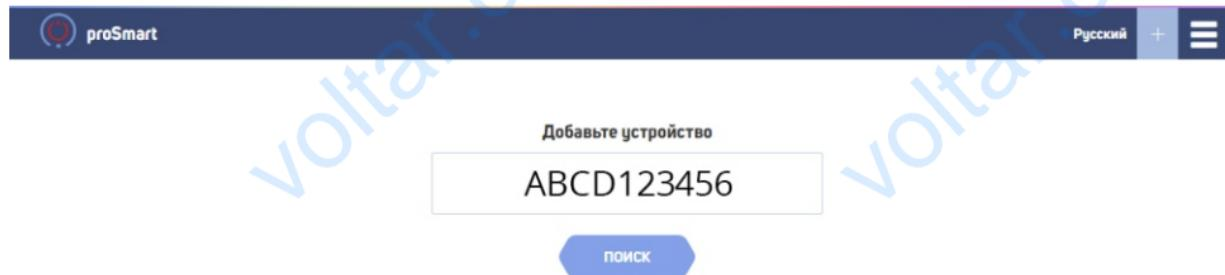

Рис. 10
6.2 Нажмите на кнопку «Поиск», и после того, как нашли устройство, на следующем шаге введите имя устройства. (**Рис. 10**)